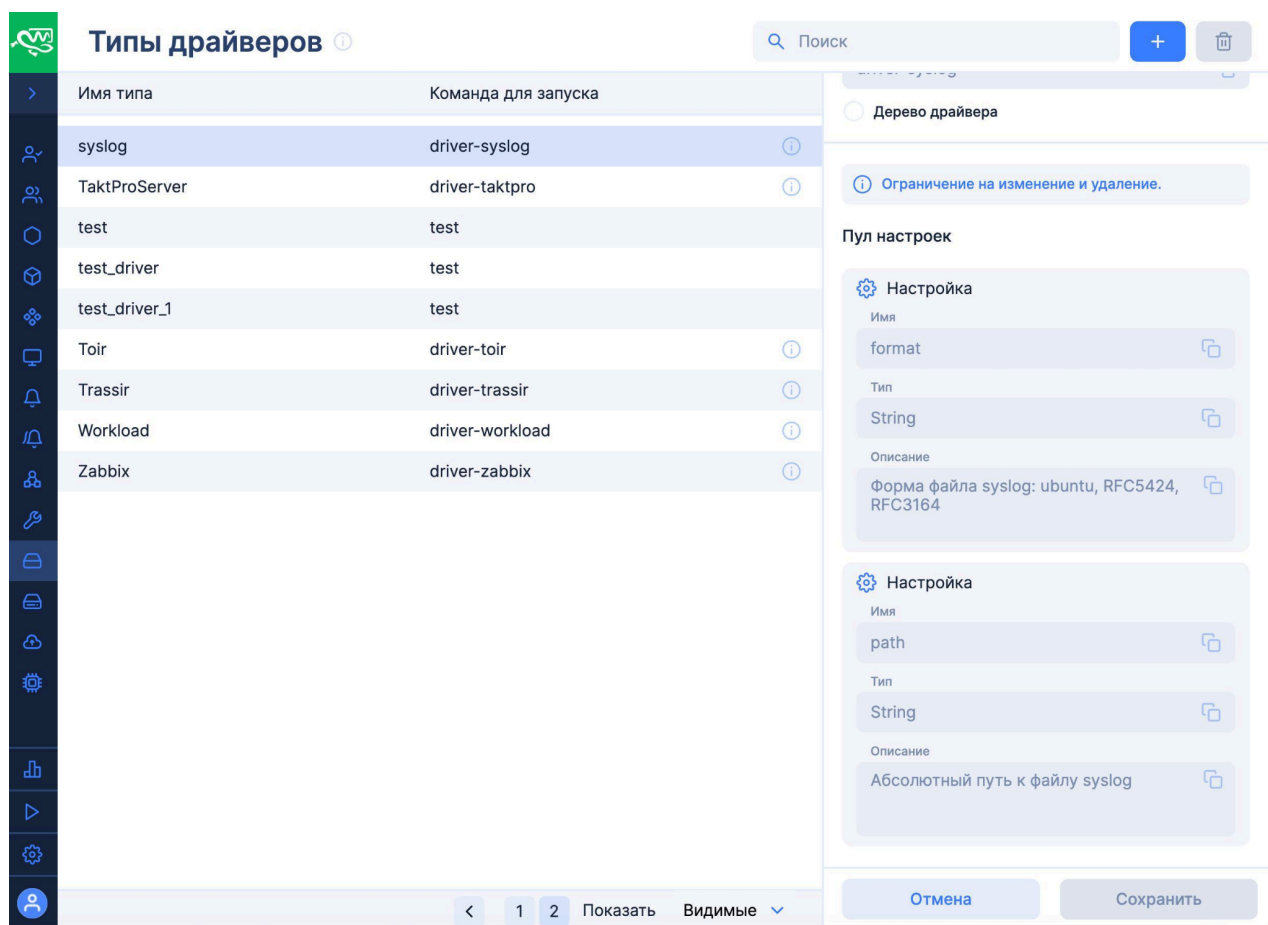

Рис. 3.180. Драйвер Syslog
1. Создать драйвер по типу syslog, указав в «Пуле настроек» путь к файлу на диске и формат файла (рис. 3.180);